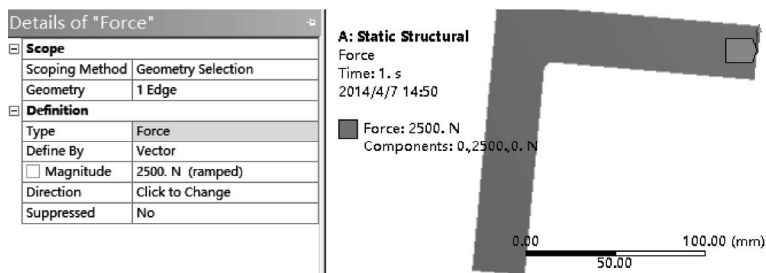

图 18-9 设置力载荷
5) 选中 Force, 选择需要施加力的支出端边缘, 单击 Details of “Force” 细节窗口中 Geometry 选项下的 Apply 按钮, 同时设置如图 18-9 所示。然后单击 Y 轴正向, 并在 Direction 中单击 Apply 按钮, 该设置施加了 Y 向大小为 2500N 的力, 如图 18-9 所示。